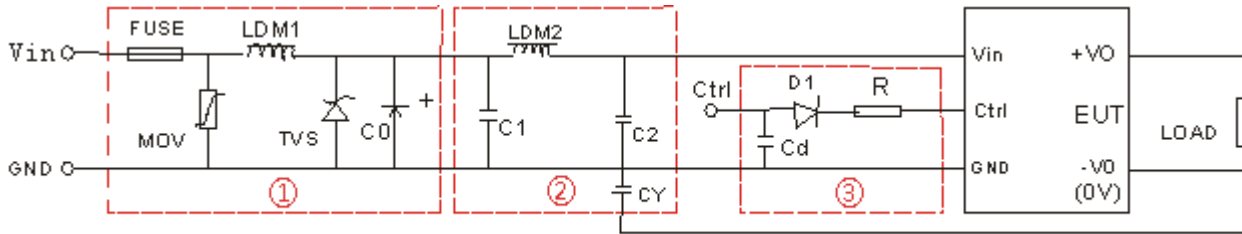

图 1
辐射骚扰	CISPR22/EN55022 CLASS B (推荐电路见图 1-②或图 3)
注: 1. 图 1 中第①部分用于 EMS 测试; 第②部分用于 EMI 滤波, 可依据需求选择;
2. V_c 为 Ctrl 端相对于输入地 GND 的电压, V_D 为 D1 的正向导通压降, I_c 为流入 Ctrl 端的电流, 一般取 5-10mA, Ctrl 端围电路如图 1-③;
EMI 测试效果图(推荐电路见图 1 (2))